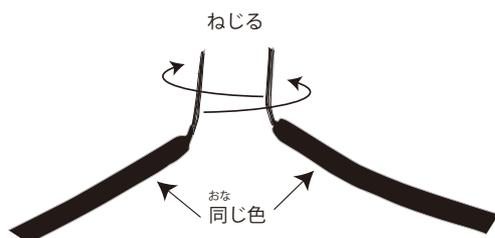
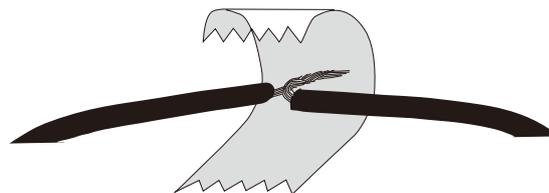

図1 線をねじる
図2 セロハンテープでおおう
1) 図1 のように LED テープの赤い線と電池スナップの赤い線の先端の金属の部分をねじります。ねじったら、図2 のようにセロハンテープでおおいます。